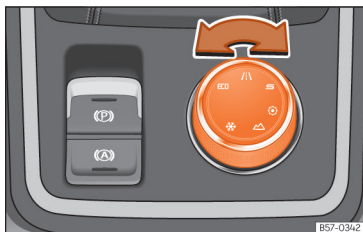

Abb. 105 Mittelkonsole: Drehknopf (Driving Experience button).
- Drehen Sie den Drehschalter (Driving Experience Button), bis das gewünschte Fahrprofil ausgewählt wird »» » (Abb. 105).